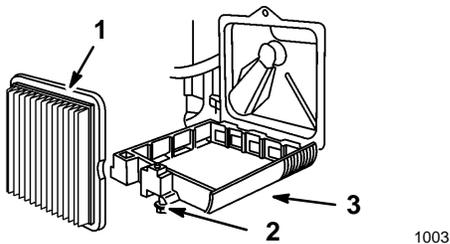

Abbildung 12
2. Die Schraube lösen, mit der die Luftfilterabdeckung befestigt ist (Abb. 12).
3. Die Abdeckung nach unten kippen und gründlich reinigen (Abb. 12).
4. Den Papierluftfilter entfernen und wegwerfen (Abb. 12).
5. Einen neuen Luftfilter-Papiereinsatz einsetzen (Abb. 12).